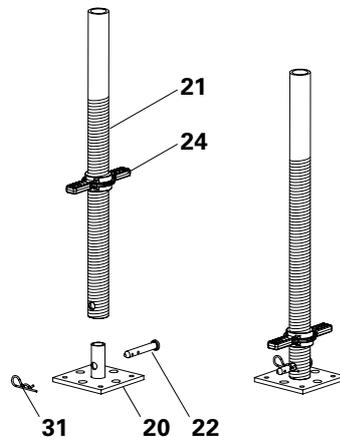

Fig. A3.02
- Desenroscar el maneral (24) en el tubo husillo (21) con unos giros.
- Insertar el tubo husillo en la placa base (20).
- Conectar la placa base y el tubo husillo con el bulón (22).
- Asegurar el bulón con la grupilla (23).
- i Las bases regulables ya están preparadas. (Fig. A3.02)